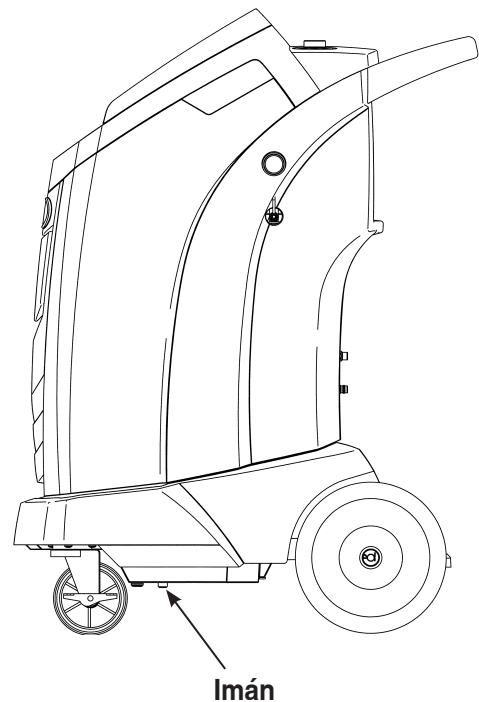

Figura 18
2. Consulte la Figura 18 y verifique que el imán en la parte inferior de la máquina esté limpio.